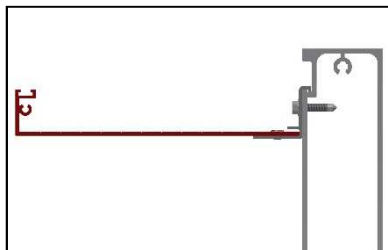
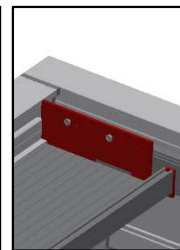

Abbildung 60
Abbildung 62
- » Schieben Sie die Abschlusslamelle auf den Abschlusslamellenwinkel (siehe Kapitel 2.5.7 / Abbildung 60) und schrauben Sie die Endkappen seitlich gegen die Lamellentträgerprofil (Abbildung 62)